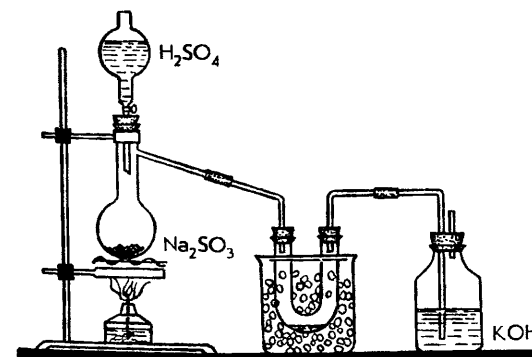

Рис. 17. Получение оксида серы (IV)
Соберите прибор для получения оксида серы (IV) (рис. 17). В колбу на 500 мл поместите две-три ложки сульфита натрия, в воронку осторожно наполните серной кислотой. К газоотводной трубке от прибора присоедините U-образную стеклянную трубку.